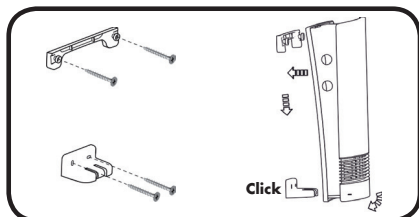

Abb. 4: Montage Wandhalterung
4. Befestigen Sie die obere und untere Wandhalterung (siehe Abb. 4, Nr. 5 +7) mit den Schrauben an der Wand.
5. Hängen Sie das Gerät zuerst an der oberen (siehe Abb. 4, Nr. 5) und anschließend an der unteren Wandhalterung (siehe Abb. 4, Nr. 7) ein. Das Gerät sitzt fest in der unteren Wandhalterung (siehe Abb. 4, Nr. 7) wenn ein "Klick" zu hören ist (siehe Abb. 4).
1. Vergewissern Sie sich, dass der Heizstufenschalter (siehe Abb. 4, Nr. 4) auf „0“ steht. Schließen Sie dann den Heizlüfter an eine geerdete, durch einen FI-Schutzschalter abgesicherte Steckdose an.
- Schalten Sie nun das Gerät ein, indem Sie den Heizstufenschalter (siehe Abb. 4, Nr. ) auf die gewünschte Position bringen. Dabei gilt:
- Starten Sie das Gerät, indem Sie mit Hilfe des Heizstufenschalters (siehe Abb. 4, Nr. 4) die gewünschte Heizleistung einstellen.
- Drehen Sie den Temperaturregler (siehe Abb. 4, Nr. 3) im Uhrzeigersinn bis zum Anschlag.
- Stellen Sie den Heizstufenschalter (siehe Abb. 4, Nr. 4) auf Position „0“.